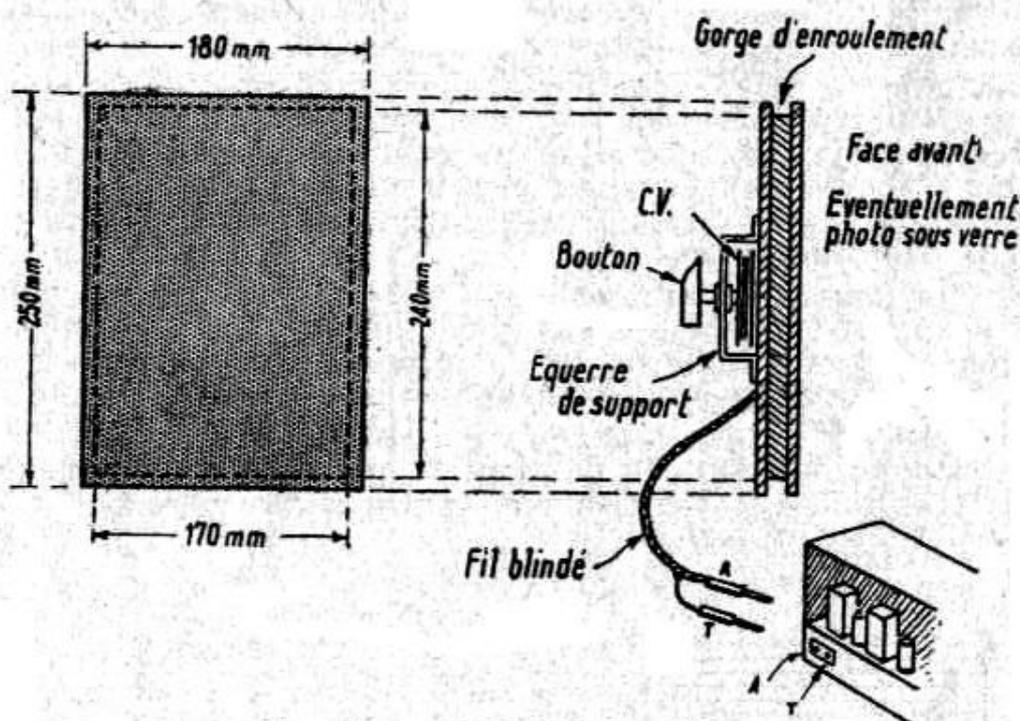

FIG. 88. — *Réalisation pratique*
**Réalisation pratique.** — Prenez un fort carton de trois à quatre millimètres d'épaisseur environ (**fig. 88**) et de 170 mm de large sur 240 mm de long. Sur chacune de ses faces, collez un carton de 180 mm sur 250 mm. Vous disposez ainsi sur tout le tour d'une gorge de 5 mm dans laquelle vous pourrez loger le fil de l'enroulement du cadre.